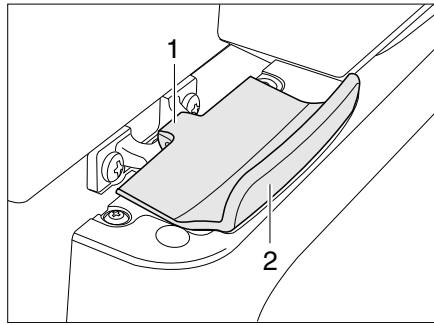

Bild 142 Verriegelung der Kühlschranktür, geschlossen (Thetford)
**Öffnen:** ■ Kühlschranktür am Griff (Bild 142,2) öffnen. Die Verriegelung (Bild 142,1) wird automatisch gelöst.